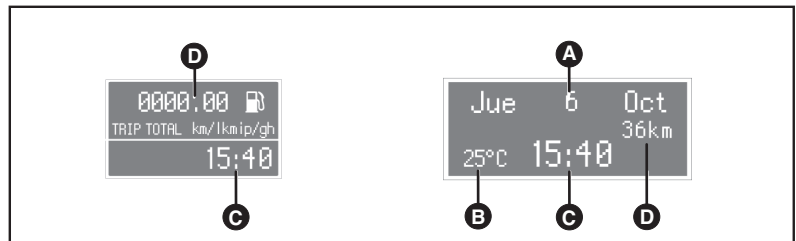

fig. 49
- Cuentakilómetros total/parcial (D-fig. 49).
- Reloj (C-fig. 49).
- Temperatura exterior (B-fig. 49).
- Fecha (A-fig. 49).